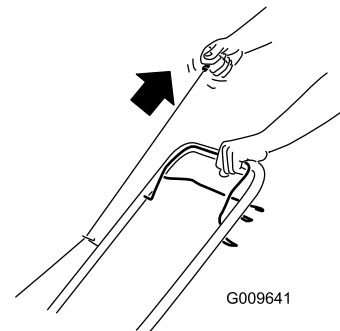

Figura 12
2. Tire del arrancador de retroceso (Figura 12).
**Nota:** Cuando tire del arrancador de retroceso, debe tirar suavemente hasta que note resistencia; luego tire con fuerza (Figura 12). Deje que la cuerda vuelva lentamente al manillar.